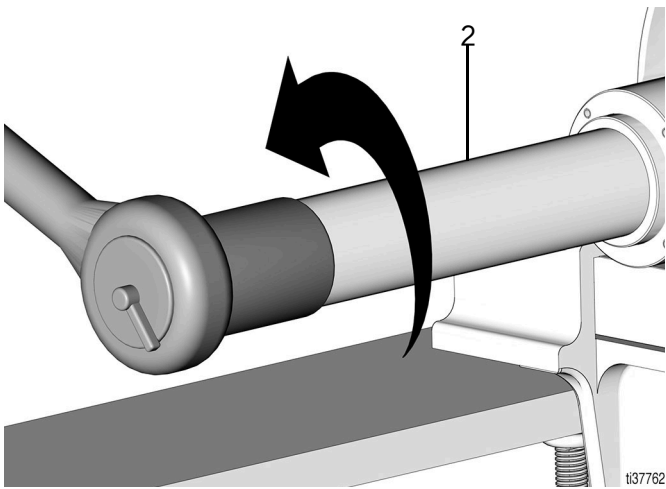

图 11
13. 使用 1-13/16 英寸的套筒拆下泵气缸 (2) (图 11)。